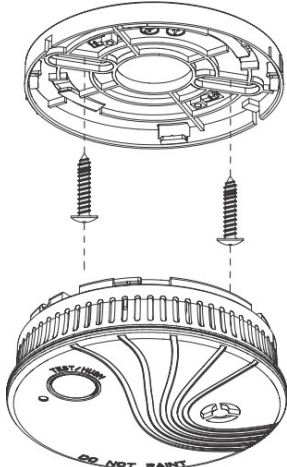

Fig. 6 – Montering av brandvarnarens monteringsplatta
6. Skruva sedan fast monteringsplattan i taket med de medföljande skruvarna (se Fig. 6).